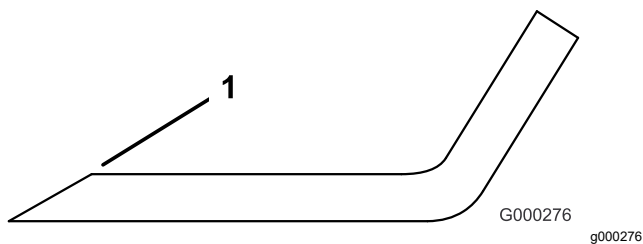

Figure 112
4. Affûtez-les s'ils sont émoussés ou ébréchés (**Figure 112**).